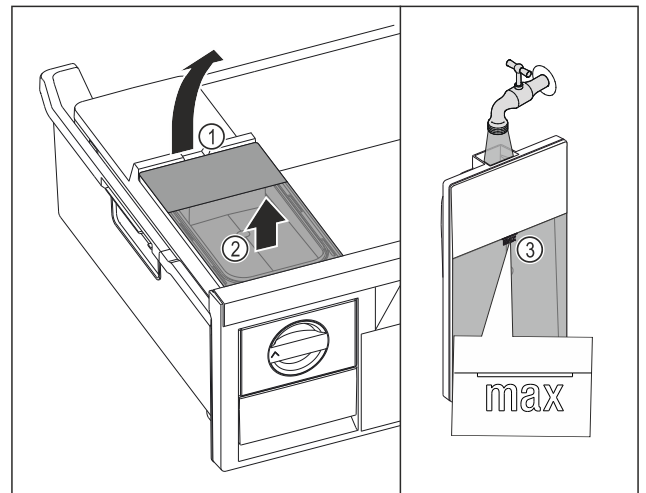

Fig. 121
- ▶ Watertank aan de uitsparing Fig. 121 (1) optillen.
- ▶ Watertank naar boven toe verwijderen. Fig. 121 (2)
- ▶ Watertank tot de markering Fig. 121 (3) vullen met drinkwater.